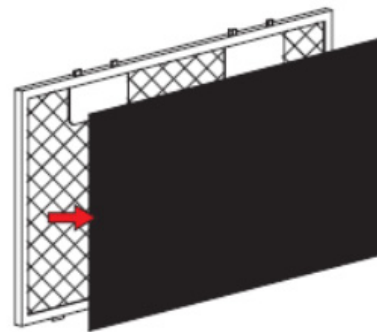

Abbildung 2
- Setzen Sie den Aktivkohlefilter an der dafür vorgesehenen Stelle ein, wie in Abbildung 2 gezeigt, und richten Sie ihn korrekt aus.